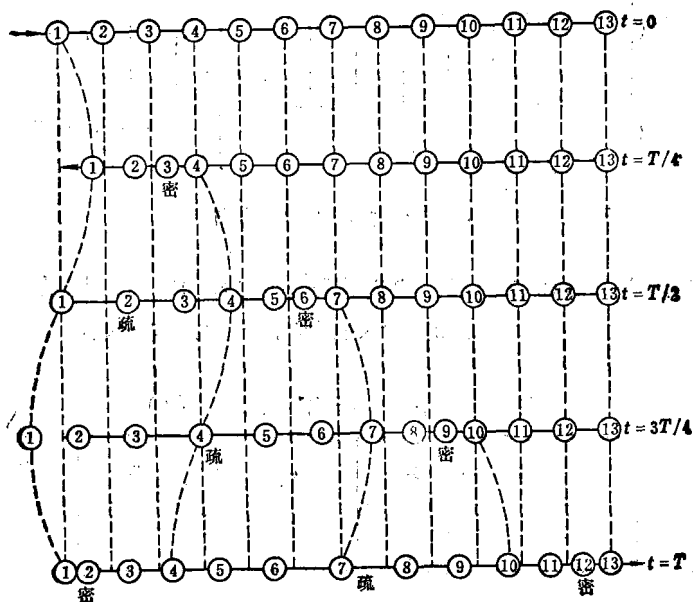

图 1-11 纵波传播示意图
下面简要地说明弹性波形成的大概情况。图1-11为纵波传播示意图，其中①到⑬13个小圆圈代表介质质点，它们之间有弹性力连系着。第一行表示声源尚未振动但将要振动的那一瞬间，即  $t = 0$  时的各质点的位置，此时各质点都在平衡位置上。当声源作机械振动后，质点①受到向右的外力，开始向右移动。经过一段时间 ( $t = T/4$ ， $T$  为振动周期)，质点①已达到向右的最大位移，正要向左运动，而质点④受到弹性力的作用开始向右移动。再经过一段时间 ( $t = T/2$ )，质点①已回到平衡位置，但因惯性继续向左运动，而质点⑦受到弹性力的作用开始向右运动。当  $t = 3T/4$  时，质点①达到向左的最大位移，弹性力使质点⑩将要开始向右运动。当  $t = T$  时，质点①回到平衡位置，已完成了一个周期的振动，弹性力使质点⑬将要开始向右运动。由此可见，对纵波而言，介质中各质点沿着波的传播方向振动，形成稠密与稀疏相间的波形。